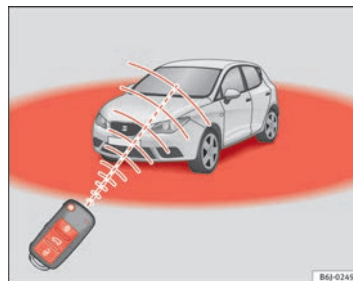

Abb. 47 Wirkungsbereich der Funk-Fernbedienung
Zudem blinkt die Batterie-Kontrollleuchte des Schlüssels $\Rightarrow$ Abb. 47 auf.
- Die Funk-Fernbedienung funktioniert nur innerhalb ihres Wirkungsbereiches ⇒ Abb. 47.